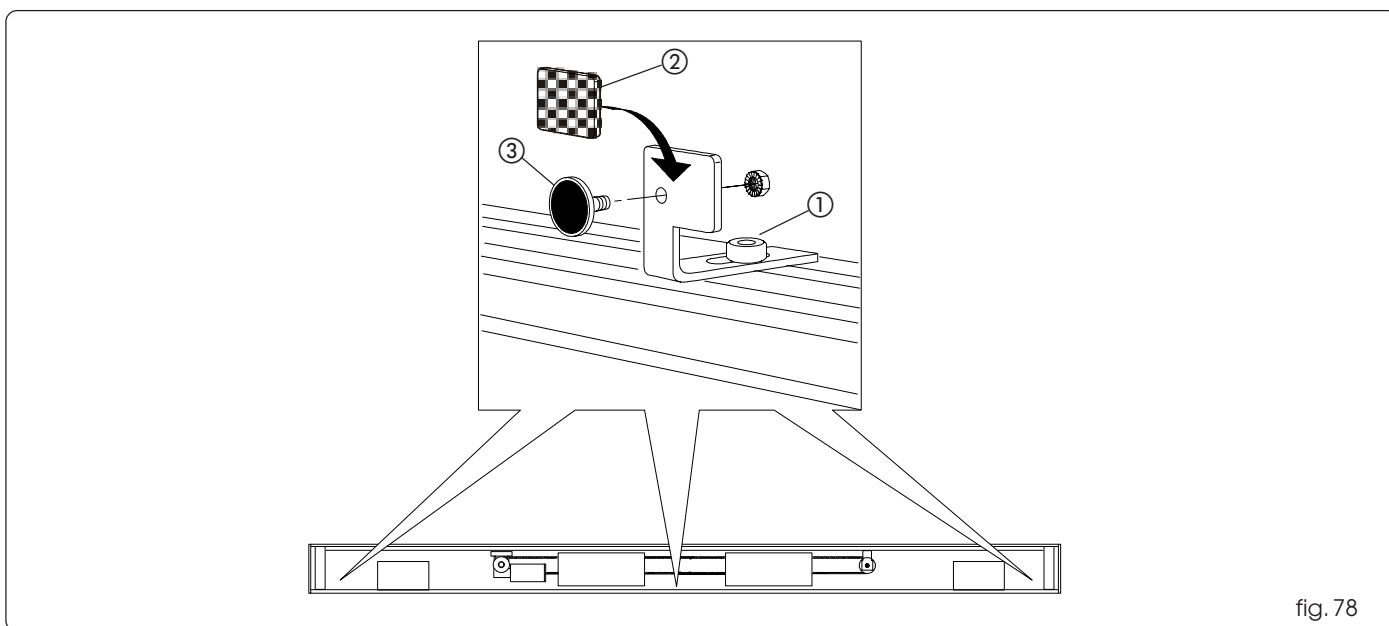

fig. 78
Monter les trois pattes de fixation du carter en utilisant les vis fournies (fig. 78 réf. ①).
Si on utilise les accessoires de fixation du carter standard, appliquer le velcro sur les pattes de fixation (fig. 78 réf. ②).
Si on utilise les accessoires de fixation du carter lx appliquer les aimants sur les pattes de fixation (fig. 78 réf. ③).